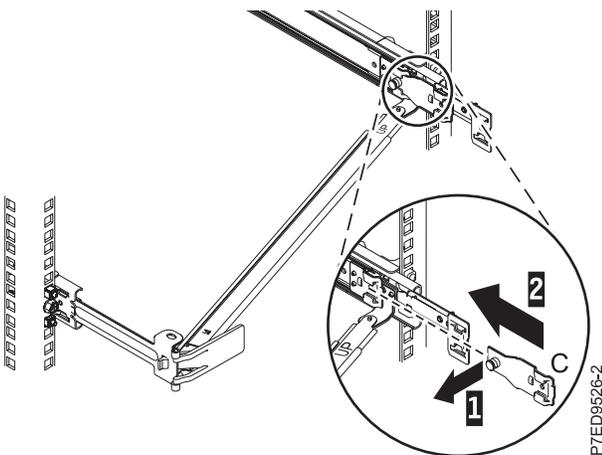

Abbildung 16. Befestigungswinkel in Schiene installieren
- Bringen Sie den Befestigungswinkel (C) mit der Aussparung auf der Innenseite der rechten Schiene an, indem Sie den Stift (1) herausziehen und den Befestigungswinkel (C) in die Schiene schieben, bis der gefederte Stift (2) einrastet (siehe Abb. 16).